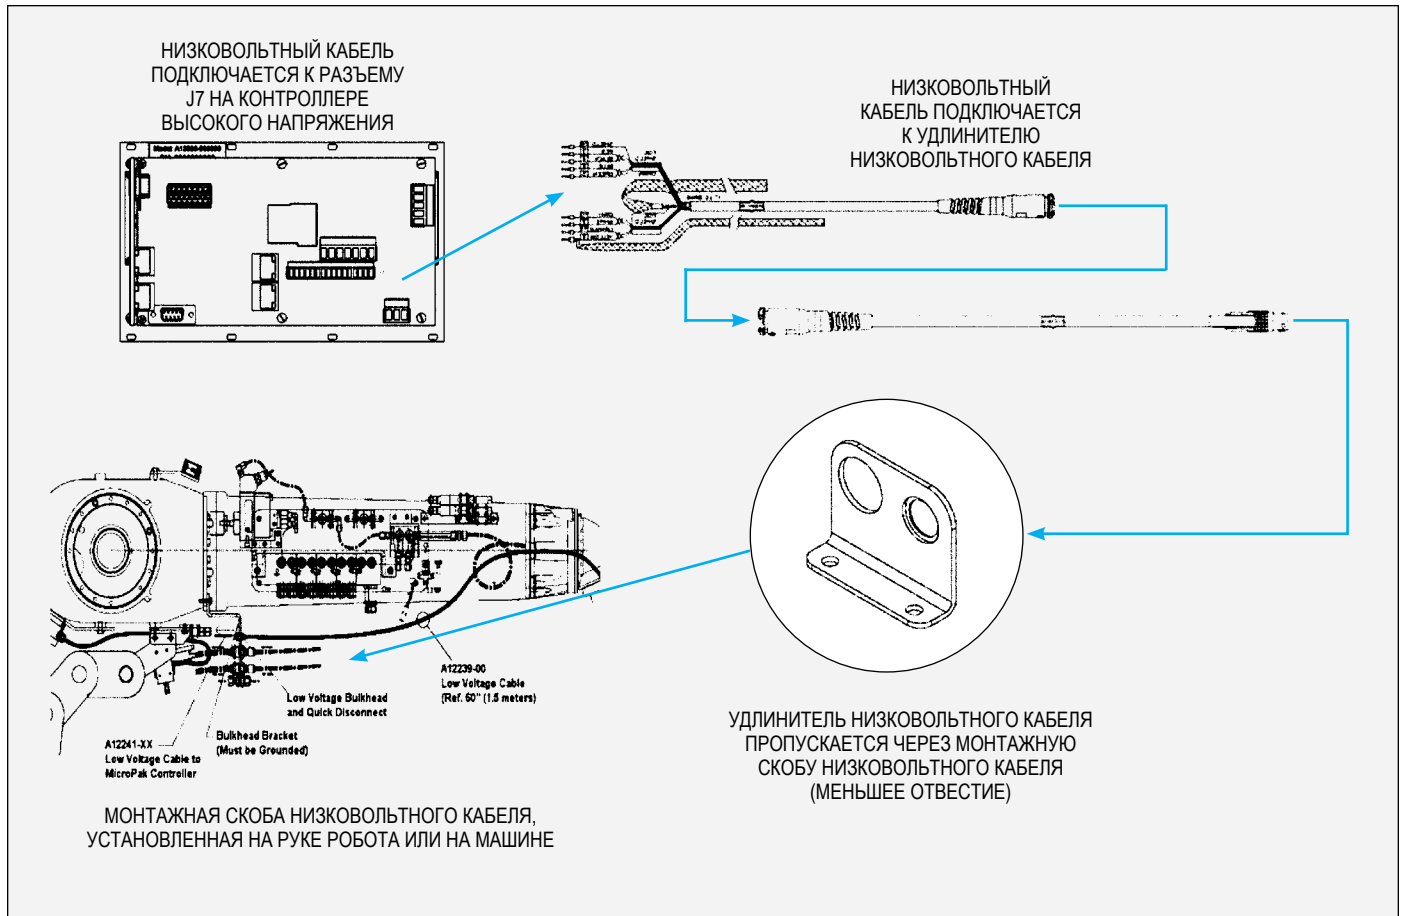

Рис. 31. Монтаж удлинителя низковольтного кабеля (связи между частями комплекта для интеграции)
5. Подсоедините свободный конец удлинителя низковольтного кабеля через монтажный кронштейн низковольтного кабеля к кабелю, идущему от распылителя. Общий вид показан на рис. 31.